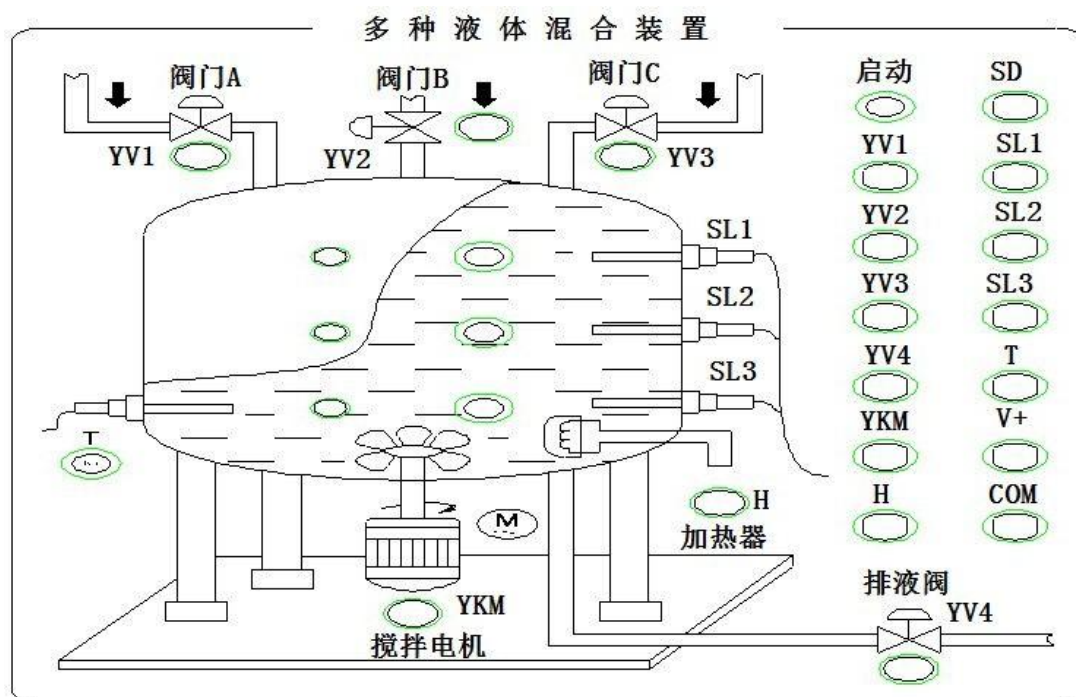

图4-2-8 多种液体混合模拟装置
① 总体控制要求：如面板图4-2-8所示，本装置为三种液体混合模拟装置，由液面传感器 SL1、SL2、SL3，液体 A、B、C 阀门与混合液阀门由电磁阀 YV1、YV2、YV3、YV4，搅匀电机 M，加热器 H，温度传感器 T 组成。实现三种液体的混合，搅匀，加热等功能，首先液体 A、B、C 阀门关闭。
② 打开“启动”开关，装置投入运行时，然后液体 A 阀门打开，液体 A 流入容器；当液面到达 SL3 时，SL3 接通，关闭液体 A 阀门，打开液体 B 阀门；液面到达 SL2 时，关闭液体 B 阀门，打开液体 C 阀门；液面到达 SL1 时，关闭液体 C 阀门。
③ 搅匀电机开始搅匀，混合液体，搅匀电机工作 6 秒后停止搅动，排液阀门打开，开始放出混合液体。当液面下降到 SL3 时，SL3 由接通变为断开，再过 2 秒后，容器放空，混合液阀门关闭，开始下一周期。
④ 按下停止按钮，在当前的混合液处理完毕后，即运行一周后，停止操作。请根据控制要求完成该系统 PLC 控制及组态监控系统设计、安装、接线、调试与功能演示。